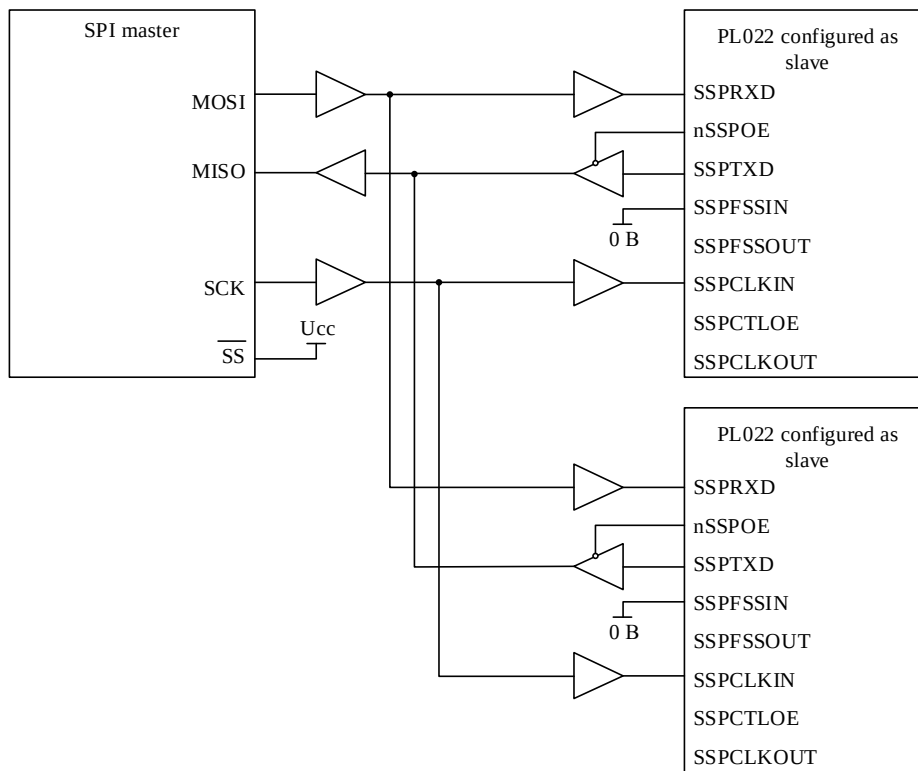

Рисунок 109 – Ведущее устройство, протокол SPI, подключено к двум ведомым модулям SSP
Рисунок 109 показывает ведущее устройство, поддерживающее протокол SPI фирмы Motorola, соединенное с двумя модулями SSP, сконфигурированными для работы в ведомом режиме. Линия Slave Select (SS) ведущего устройства в этом случае установлена в высокий логический уровень. Ведущее устройство осуществляет передачу данных по линии MOSI циркулярно в адрес двух ведомых модулей.